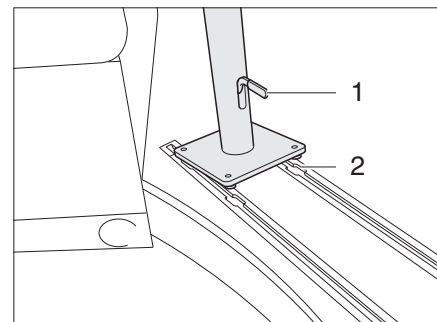

Fig. 41 Alloggiamento intelaiatura del tavolo
- Collocare l'intelaiatura del tavolo nell'alloggiamento (Fig. 41,2) e spingerlo nella posizione desiderata.
- Spingere il bloccaggio (Fig. 41,1) verso il basso.
- Sbloccare il bloccaggio (Fig. 41,1) dell'intelaiatura del tavolo.
- Spingere l'intelaiatura del tavolo verso l'alloggiamento (Fig. 41,2) e toglierlo dall'alto.
- Spingere verso il basso il bloccaggio (Fig. 41,1) dell'intelaiatura del tavolo.